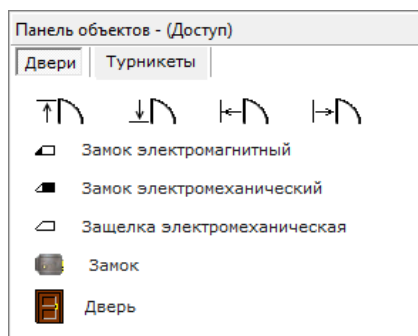
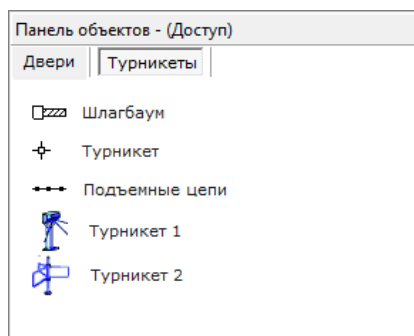

Рисунок 6-497 Панель объектов - Доступ для точки доступа, вкладка "Двери"
Рисунок 6-498 Панель объектов - Доступ для точки доступа, вкладка "Турникеты"
- «Двери» (см. Рисунок 6-497) и «Турникеты» (см. Рисунок 6-498) – при выборе объекта «Точка доступа»,